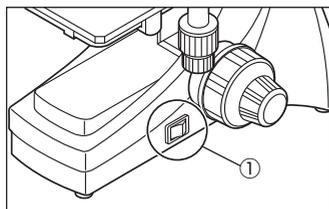

図11
2.2.6 電源コードの接続 (図11、12)
2.2.7 ヒューズの交換 (図11、12)